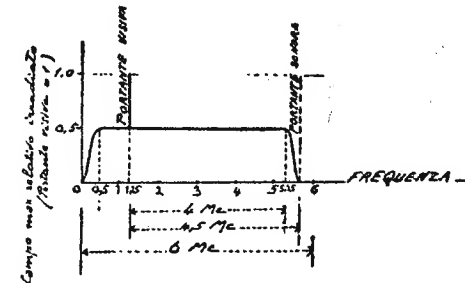

Fig. 8.
Nel radiocanale standard adottato dal S.T.S.C. (fig. 8) una delle bande laterali, quella più bassa, viene soppressa mediante filtro successivamente alla modulazione, ma non in modo completo, onde evitare sfasamenti, come si vede dalla figura.
La F.C.C. ha assegnato ai servizi di radiodiffusione televisiva 18 radiocanali di 6 Mc. ognuno costituiti come in fig. 8, nella zona dello spettro compresa fra 50 e 288 Mc. (onde da m. 6 a m. 1,04), concedendo inoltre l'esercizio di canali sperimentali di 6 Mc. nella zona superiore ai 300 Mc., fatta eccezione in quella compresa fra 400 e 401 Mc. (onde da cm. 75 a cm. 74,8).
4. La caratteristica standard relativa all'ampiezza-frequenza di trasmissione è quella riprodotta nella fig. 8.